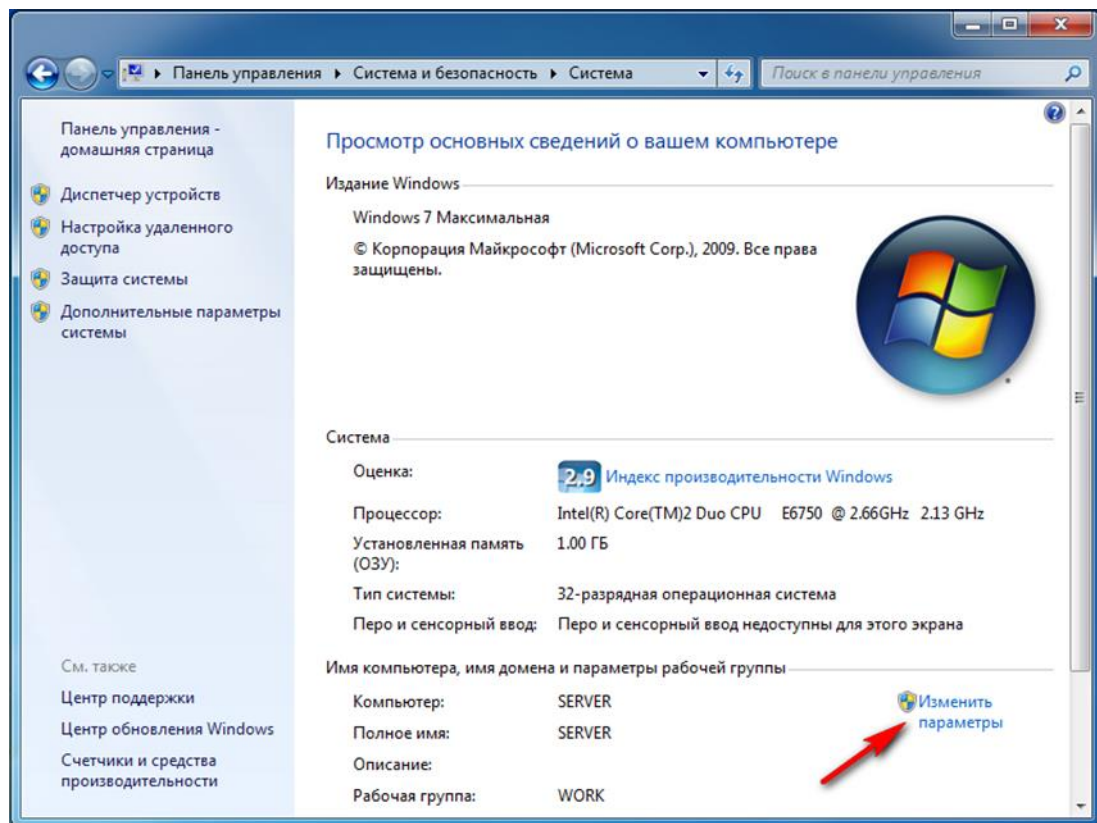

Рисунок 12.
- выбрать пункт «Изменить параметры» (см. рисунок 12);